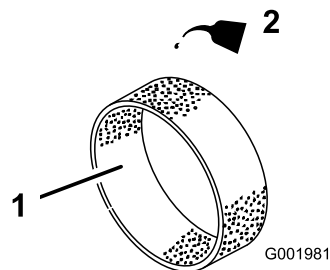

Figura 40
4. Applicate da 30 a 59 ml d'olio sull'elemento (Figura 40).